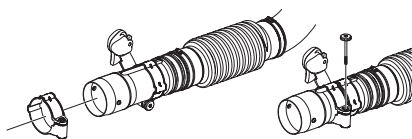

Рис. 5
- Снимите ручку с держателя и наденьте держатель на трубку рулевой колонки (Рис. 5).